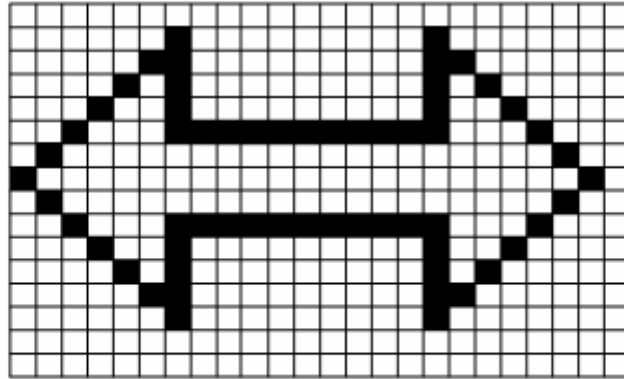

图 6-55：一个 24x16 大小的符号范例
RA8806 提供文字创造功能让使用者可以设计和创造出新的字型，特别的符号（Symbol）和标帜（Pattern）且储存进它内建的CGRAM或DDRAM里。使用者自创字型定义为全型字（16x16）或半型字（8x16）的位对应格式，所以 24x16、40x16、16x32 或是更大的字型也可能依此格式被创造出。图 6-55 呈现一个 24x16 大小的使用者自创符号。
- ◆ 数据写进DDRAM里的第一个地址为（2，10h）时，此符号的字型码为 0x8105、0x8106 和 0x8107。请参照下方程式例子（4）。其结果显示于图 6-55。